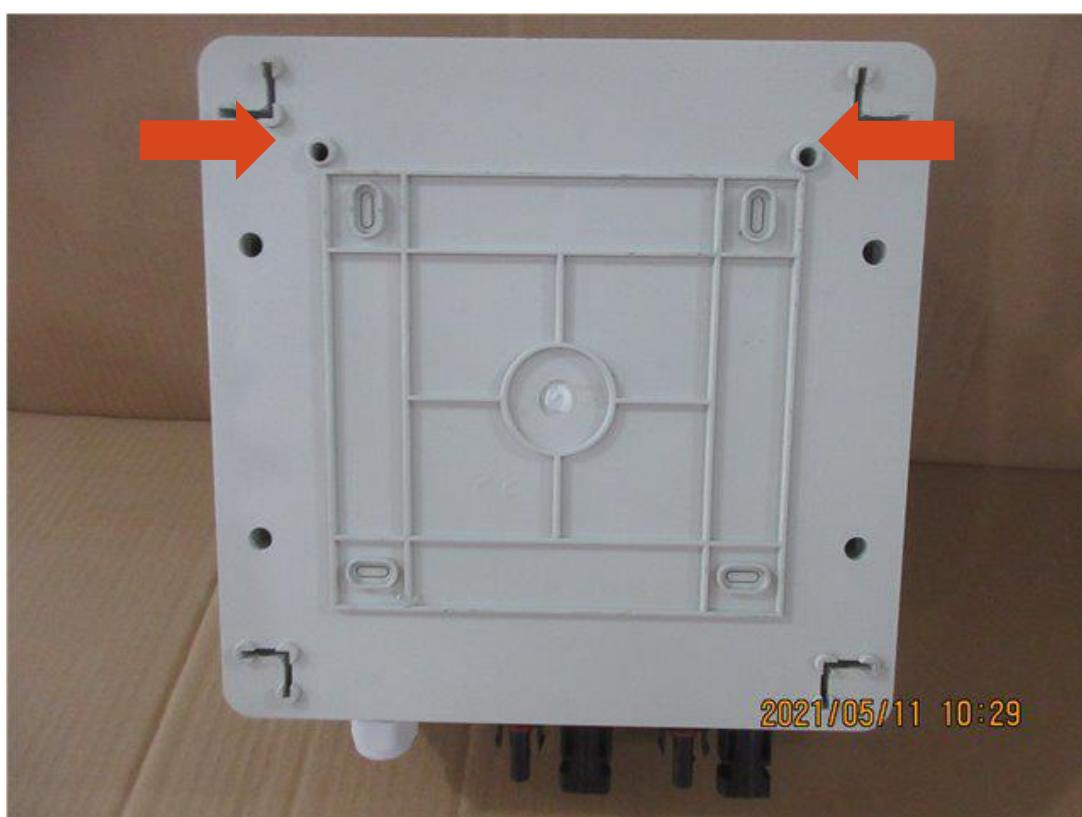

Рисунок 4.27 – Места для креплений PVBox.
**Шаг 2.** Закрепите блок на стене, завернув два винта (см. рисунок 4.27). Рекомендуется использовать винты M4 или M5.